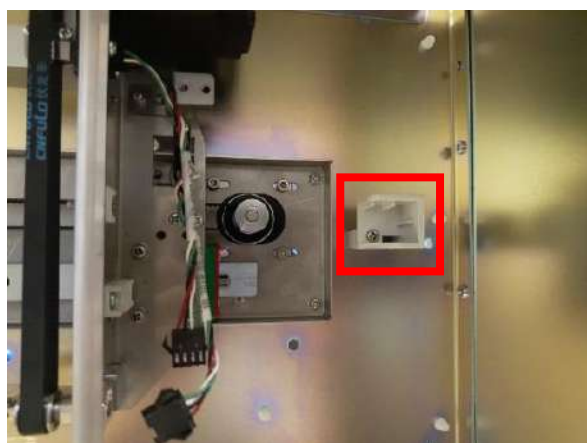

Рис. 4-2
3. Приверните неподвижный блок на правой стороне конструкции для отбора проб с помощью винта, как показано на рис. 4-2.